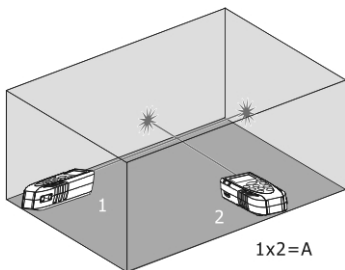

Fig. 7: Ejemplo de medida de Área
3. Pulse la tecla  o la tecla lateral **MEAS** para realizar de la prima medida (longitud) de la superficie (vea la Fig. 7). El valor correspondiente se inserta en la primera pantalla parcial. El símbolo "" se muestra en pantalla con el lado "2" parpadeante
4. Pulse nuevamente la tecla  o la tecla lateral **MEAS** para realizar la segunda medida (anchura) de la superficie (vea la Fig. 7). El valor correspondiente se muestra en la segunda pantalla parcial mientras que el valor total del área (actualizado) se reporta en la pantalla resultante